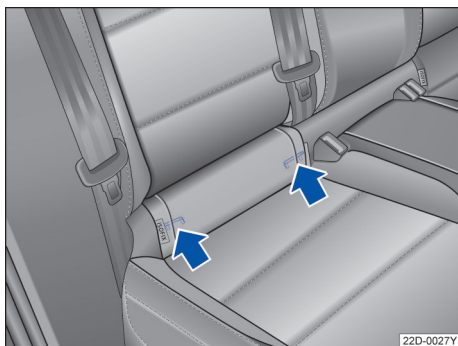

图 37 汽车座椅上的儿童座椅下部固定点标记
ISOFIX 固定点的安装位置用符号做了标记→图 37。
- 沿箭头方向将儿童座椅的固定臂推到 ISOFIX 固定点上→图 37。必须能听到儿童座椅牢固卡止的声音。
后排外侧座椅配有两个 ISOFIX 固定环，与车身相连→图 37。